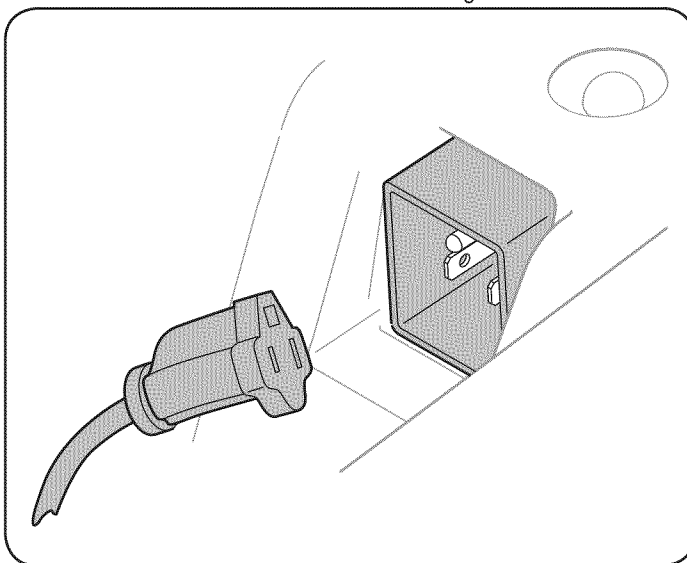

Figura 9
3. Enchufe el cable de extensión en la toma de corriente situada en la mortaja de plástico. Conecte el otro extremo del cable de extensión en un período de tres patas de 120 voltios, tierra, toma de CA en un área bien ventilada. Vea la Figura 9.
1. Inserte la llave completamente en la ranura, Figura 9. Asegúrese de que encaje en su sitio. NO girar la llave. El motor no puede comenzar a menos que la clave se inserta en el interruptor de encendido.
4. Empuje el primer de tres (3) veces, asegurándose de cubrir el agujero de ventilación cuando empujando. Si el motor está caliente, el primer empuje una sola vez. Siempre cubrir el agujero de ventilación cuando empujando. Cool meteorológicas pueden requerir cebado que se repita.